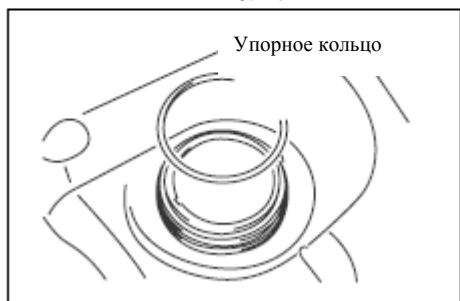

Рис. 48
5. Установите топливный насос (см. Рис. 48).